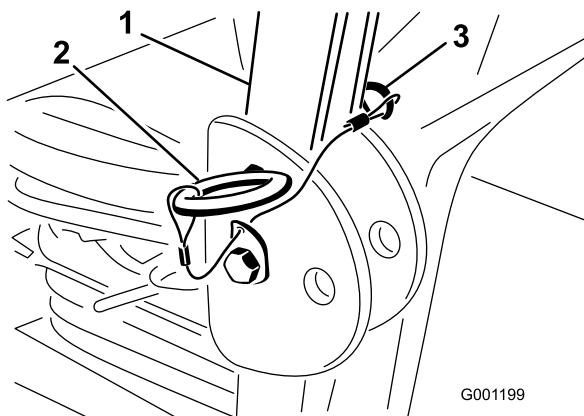

Рисунок 14
1. Установите защитную дугу в поднятое положение, а затем удалите игольчатые шплинты и два штифта (Рисунок 14).